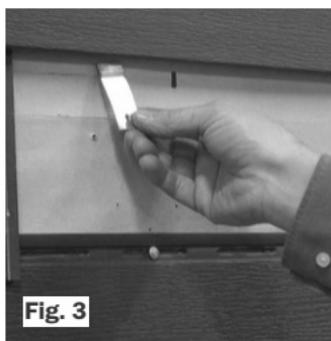

Fig. 3
- Installez les agrafes de remplacement Celect en insérant la patte de verrouillage de l'agrafe dans le dispositif d'enclenchement par gravité du panneau situé au-dessus de celui que vous retirez. Clouez l'agrafe dans le mur. Espacez les agrafes d'au moins 16 po. Le bas du panneau est ainsi fixé. (Fig. 3)